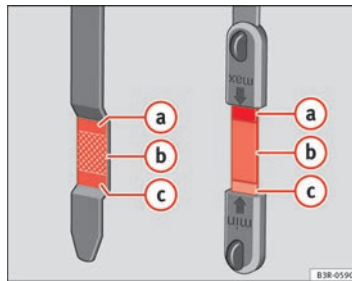

Abb. 177 Markierung am Ölmesstab
- Den Messstab anschließend wieder herausziehen und den Ölstand ablesen ⇒ Abb. 177. Füllen Sie gegebenenfalls Motoröl nach ⇒ Seite 242. ▶